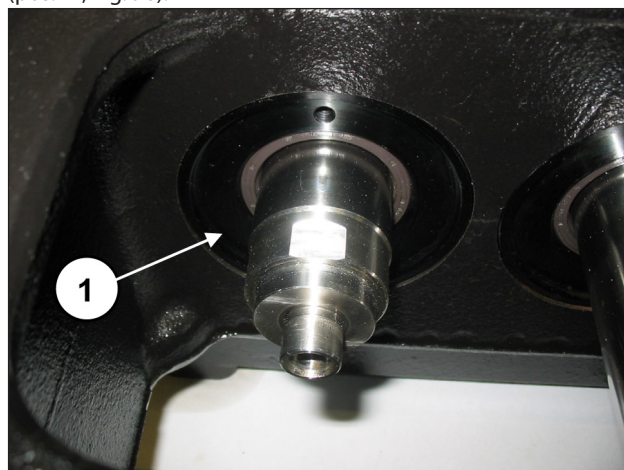
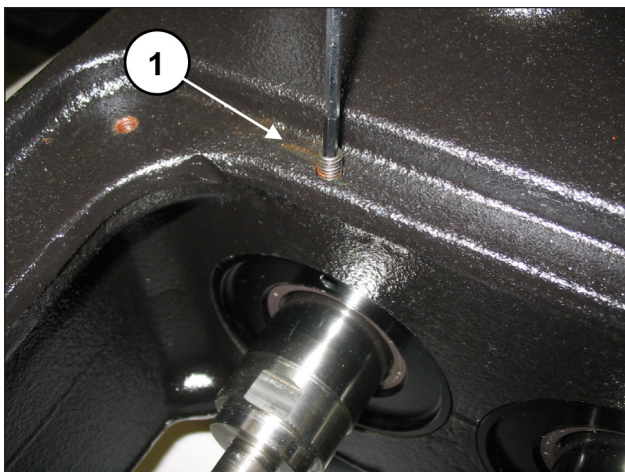

Fig. 95
Fig. 96
Introducir el grupo montado dentro del cárter en el alojamiento y comprobar que la tapa encaje a fondo (pos. ①, Fig. 95), sin dañar el labio de la anilla de retención radial. Fijar las tapas de retención con 2 tornillos prisioneros M6x30 (pos. ①, Fig. 96).